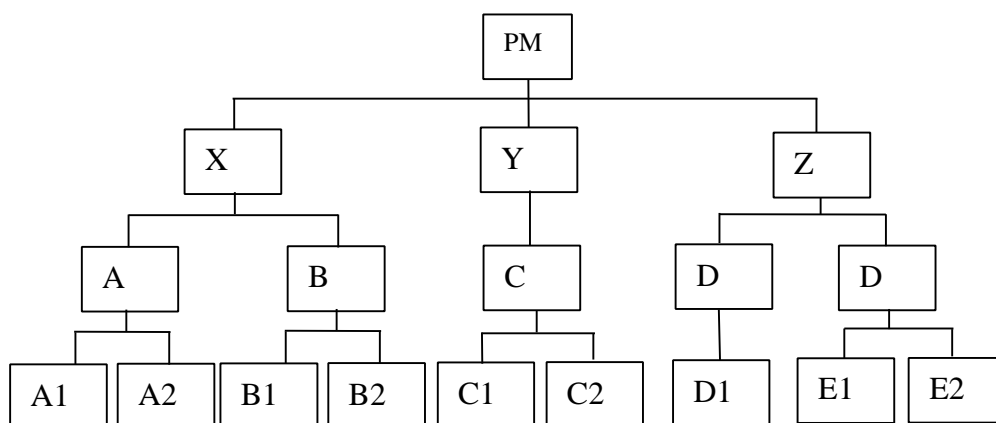

Рисунок 2 - Организационная структура исполнителей (OBS)
3. На основе анализа участников проекта построить организационную структуру исполнителей (OBS) (рис.2).